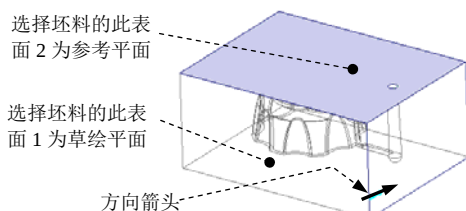

图 18.3.19 定义草绘平面
(1) 单击 **分型面** 功能选项卡 **形状** 区域中的“拉伸”按钮 。此时系统弹出“拉伸”操控板。
(2) 定义草绘截面放置属性: 右击, 从弹出的菜单中选择 **定义内部草绘...** 命令; 在系统的  **选择一个平面或曲面以定义草绘平面。** 提示下, 选取图 18.3.19 所示的坯料表面 1 为草绘平面, 接受图 18.3.19 中默认的箭头方向为草绘视图方向, 然后选取图 18.3.19 所示的坯料表面 2 为参考平面, 方向为 **顶**。